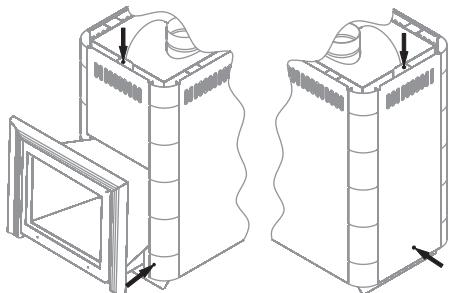

Рисунок 8. Винты для демонтажа конвектора печи «Ангара»
- Снять конвектор, открутив 5 саморезов (рисунок 8)